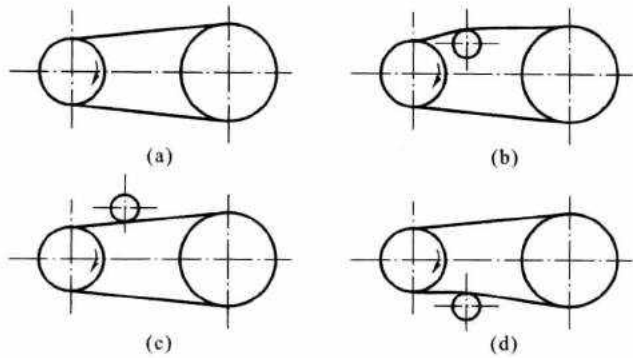

图 2
- 图 2 所示为带传动(减速),以下四种情况采用同样的普通 V 带传动,且初拉力相同,但张紧方式不同,试分析哪种情况下传动带可能先断,为什么?